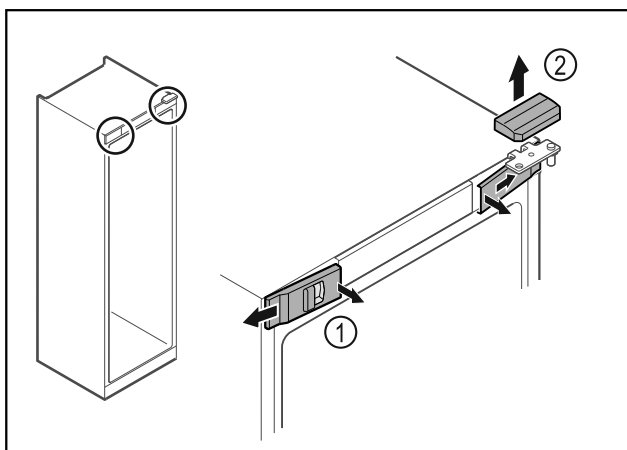

Fig. 14
- Lossa skydden fram Fig. 14 (1) på insidan och ta av dem åt sidan.
- Ta av det övre skyddet Fig. 14 (2) uppåt.